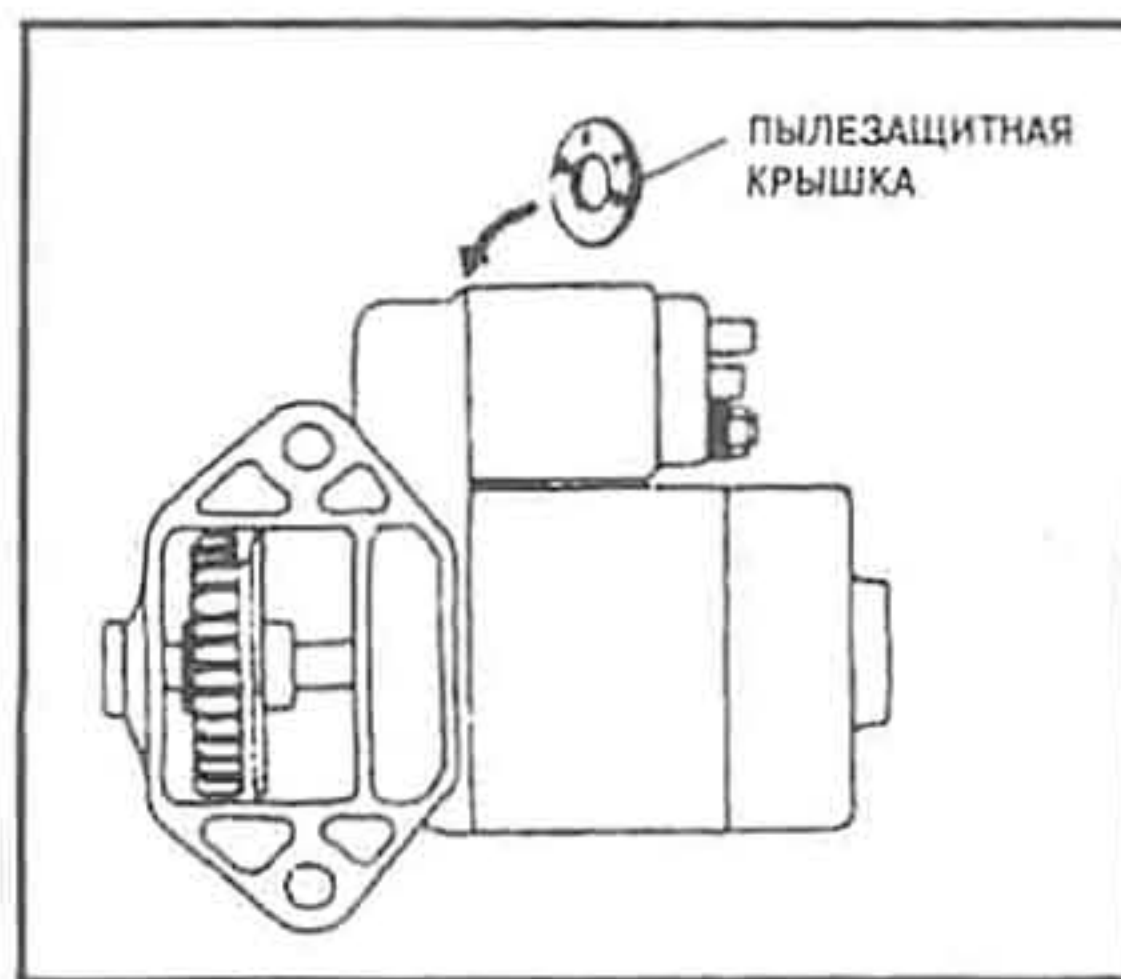

Рис. 735.
4. Для стартера редукционного типа подайте напряжение на магнитный выключатель (рис. 734), отожмите шестерню рукой и замерьте величину свободного хода шестерни. Величина хода должна быть в пределах 0,3-2,5 мм. При необходимости отрегулируйте установкой регулировочной шайбы нужной толщины (рис. 735).